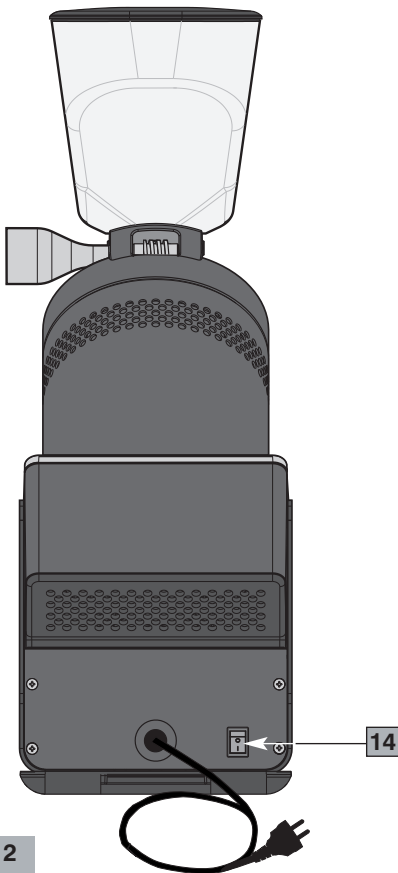

Fig. 2
### Composants principaux (Fig. 1, Fig. 2, Fig. 3, Fig. 4)
| 5 | Bague réglage mouture                  | 14 | Interrupteur ON-OFF (I-O) (Fig. 2) |
Avant de brancher la fiche à la prise de courant, s'assurer que l'interrupteur ON-OFF (14 Fig. 2) est en position d'arrêt « O ».
- 2** Mettre l'interrupteur ON-OFF (14 Fig. 2) en position "I". Le panneau (7 Fig. 1) s'allume (voir Fig. 4).